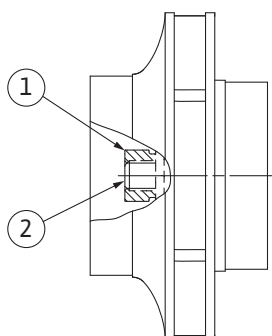

Fig. 106: Position correcte de l'écrou de blocage de roue après le montage
8. Maintenir l'arbre avec une clé (de 22 mm) et serrer l'écrou de blocage de roue selon le couple de serrage prescrit (voir tableau « Couples de serrage » [► 265]). L'écrou (Fig. 106, pos. 1) doit affleurer à $\pm 0,5$ mm avec l'extrémité de l'arbre (Fig. 106, pos. 2). Si ce n'est pas le cas, desserrer l'écrou et répéter les étapes 4 à 8.
9. Retirer la clé plate et remonter la tôle de protection (Fig. I, pos. 27).